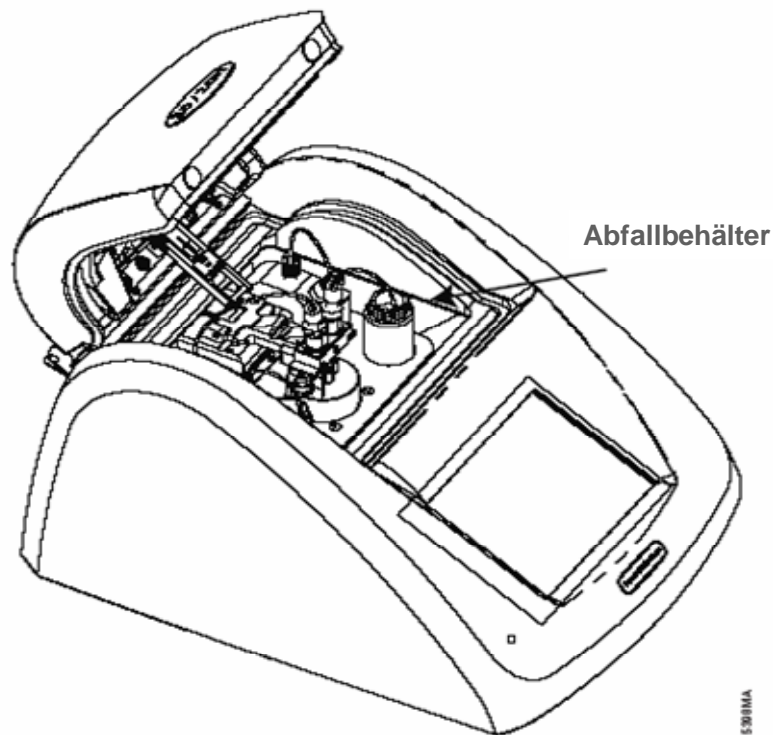

Abbildung 10: Stellen Sie während des Füllens und Spülens einen Abfallbehälter unter die Spitzen.
3. Stellen Sie einen Abfallbehälter unter den Injektorspitzenaufbau. Wenn nötig, lösen Sie den Injektorspitzenhalter vom Deckel des Gerätes. Wenn Sie den Injektorspitzenhalter vom Deckel des Gerätes lösen, können Sie die Injektoren bei geöffnetem Deckel füllen und spülen (Abb. 10).